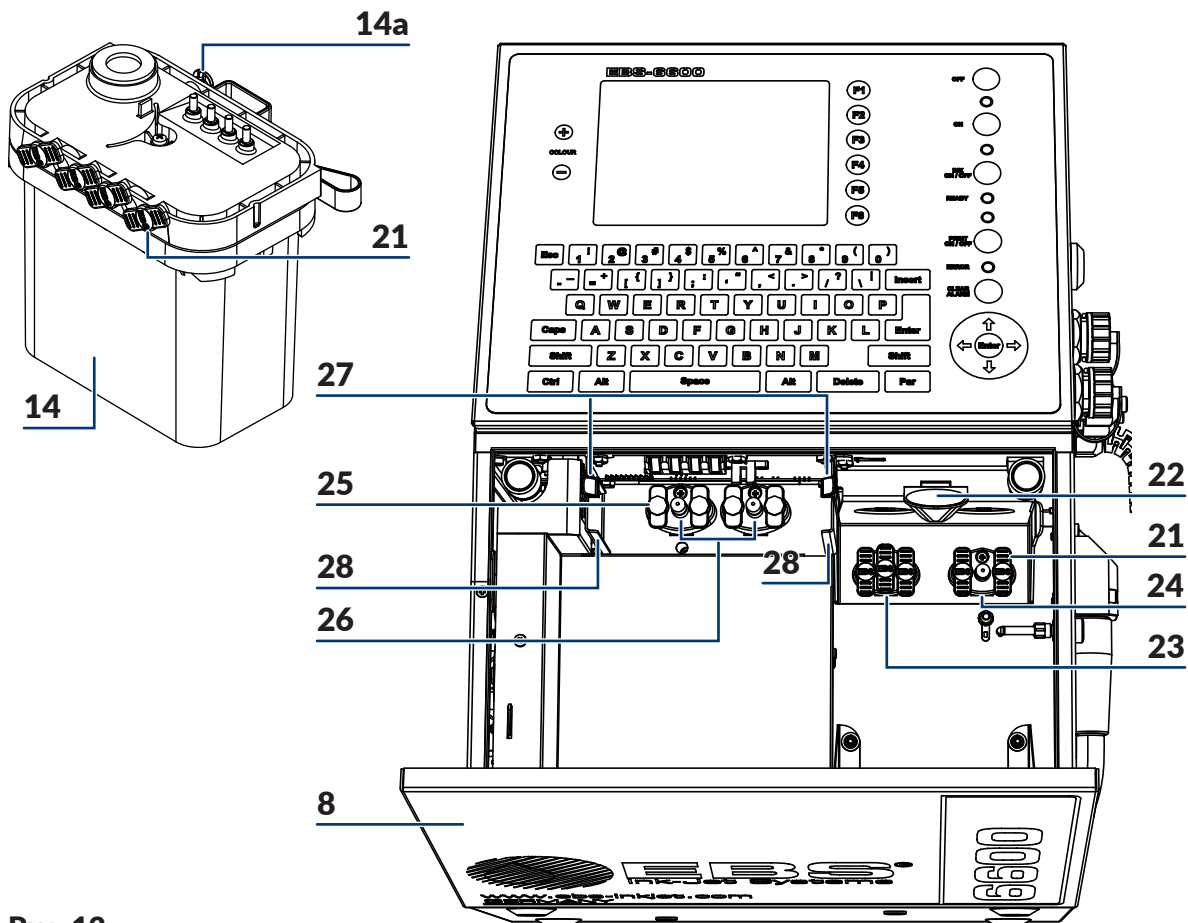

Рис. 12.
- поставлен без iModule®, а новый (или используемый в данном принтере) iModule® поставляется отдельно, см. **Рис. 12**.